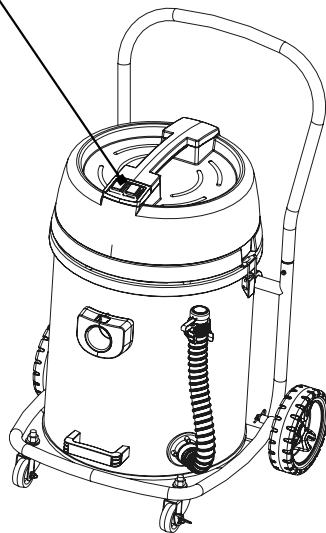

Fig. 17 – Encendiendo el aparato
2. *La Aspiradora APV 2475 posee dos motores con dos llaves enciende/apaga separadas, de esta forma el operador puede utilizar apenas un motor o para aplicaciones donde se hace necesaria una mayor fuerza de succión puede utilizar los dos motores, según muestra la Fig. 17.*